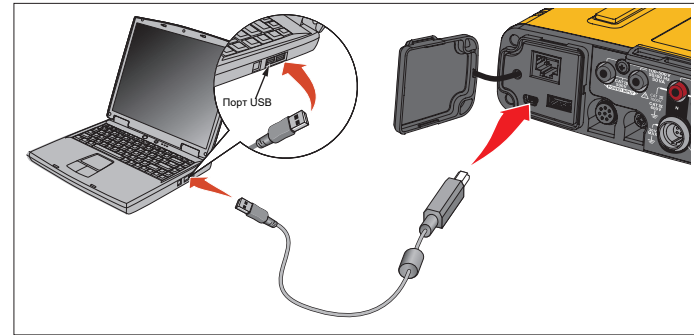

Рисунок 9. Подключение Power Logger к ПК
3. Подключите USB-кабель к USB-портам на компьютере и Регистраторе. См. Рисунок 9.
Зеленый светодиод точки доступа Wi-Fi горит и указывает на то, что точка доступа WiFi включена. Если этот светодиод не горит, подсоедините USB-кабель. См. Рисунок 9 и перейдите к шагу 5.